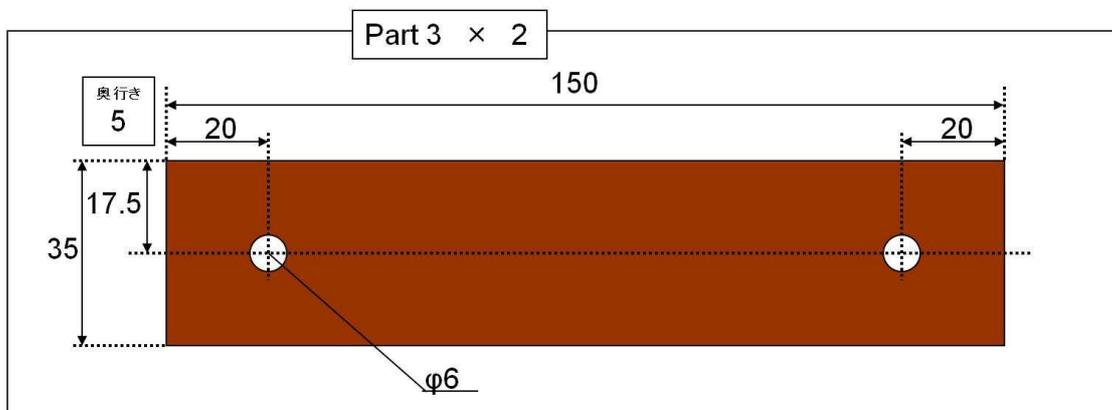

図17 ストッパー
③ ストッパー部(板の結合部の上側)を図17のような寸法で作る。